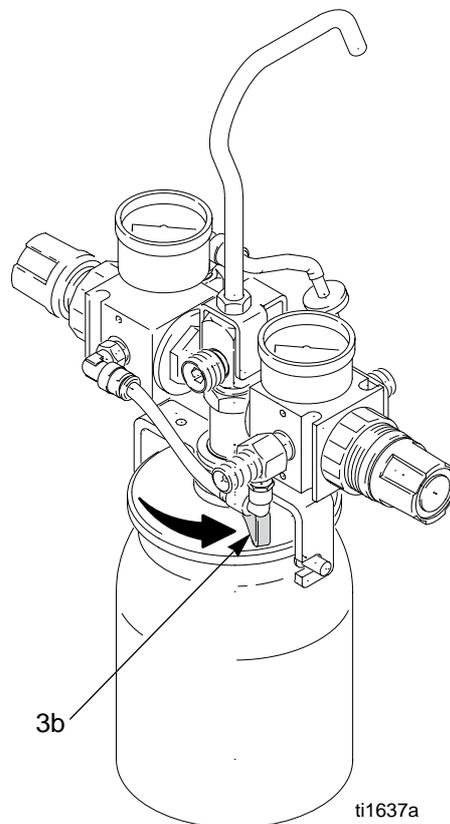

Fig. 2: Recipiente a presión de 0,94 l
2. Empuje la palanca de abrazadera (3b) hasta la posición de desbloqueo, contra la horquilla. Vea Fig. 2.